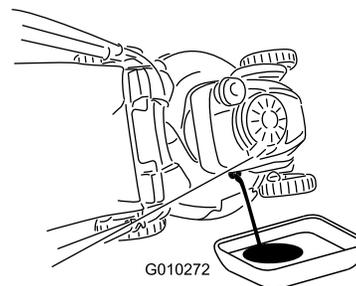

Figura 23
3. Ponga el cortacésped de lado (con el filtro de aire hacia arriba) para drenar el aceite usado a través del tubo de llenado de aceite (Figura 23).